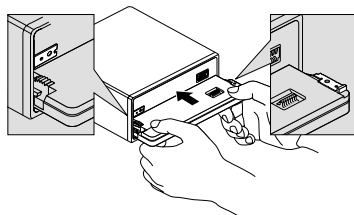

Abb. 13
2. Bringen Sie die Frontplatte wieder am Gerät an. (Abb. 13)